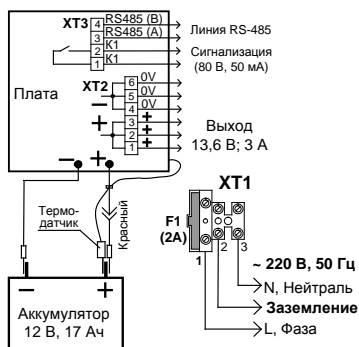

Рис. 2
При подключении внешнего питающего напряжения 220 В к сетевой колодке ХТ1 необходимо соблюдать правильность подключения проводов «фаза», «нейтраль» и «заземление». Подключение цепей к РИП производить в соответствии с рис. 2. Схема подключения расположена на внутренней стороне корпуса РИП.
3.2.4 Согласно схеме соединений (рис. 2):
б) **изъять из колодки вставку F1 (2 А), подключить сетевые провода к входной колодке (фаза (L) должна быть подключена к ХТ1:1, см. рис. 2);**
г) подключить согласно проекта на систему выход оптореле К1 и линию связи RS-485 (см. рис. 2).